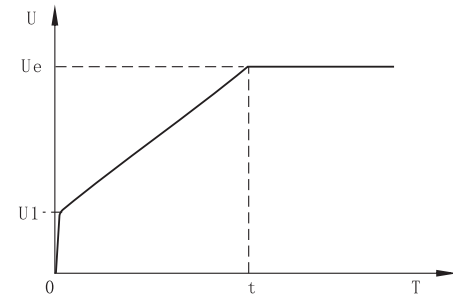

图12-2-1
- ① 代码F9设为(1电压)时为此电压起动模式。图12-2-1给出了电压斜坡起动的输出电压波形。其中U1为起动时的起始电压值, 当电机起动时, 在电机电流不超过额定值400%的范围内, 软起动器的输出电压迅速上升至U1, 然后输出电压按所设定的起动参数逐渐上升, 电动机随着电压的上升不断平稳加速, 当电压达到额定电压Ue时, 电机达到额定转速, 旁路接触器吸合, 起动过程完成。
- ② 起动时间t是根据标准负载在标准实验条件下所得的控制参数, SJJR2系列软起动器以此参数为基准, 通过控制输出电压使电机平稳加速以完成起动过程, 并非机械地控制时间t而不论电机加速是否平稳。鉴于此, 在负载较轻时, 起动时间往往小于设定的起动时间, 只要能顺利起动则属正常。一般而言, 电压斜坡起动模式适用于对起动电流要求不严而对起动平稳性要求较高的场合。